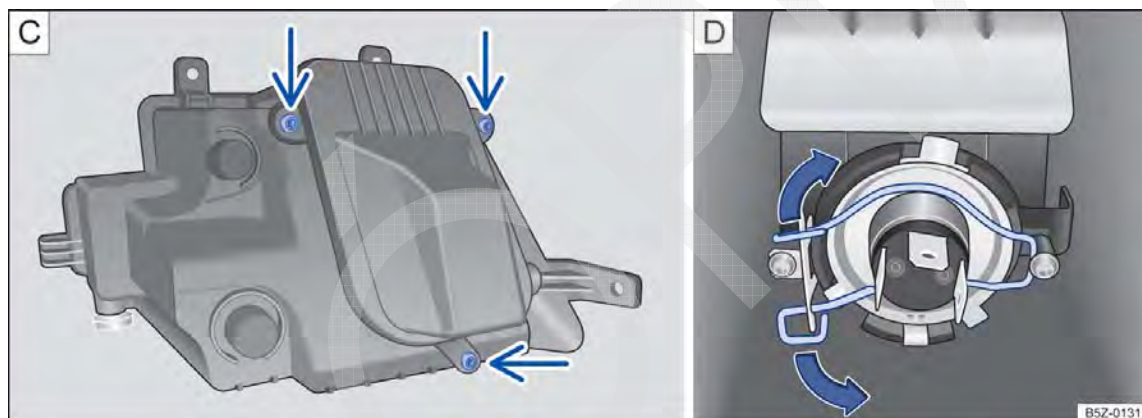

Fig. 178 No para-choque dianteiro: (C) retirar os parafusos da cobertura da lâmpada e (D) lâmpada do farol de neblina.
6. Retirar os parafusos indicados pelas setas → Fig. 178 C, para acessar a lâmpada do farol de neblina.
8. Comprimir a mola de travamento no sentido da seta e deslocá-la para destravar a lâmpada → Fig. 178 D.